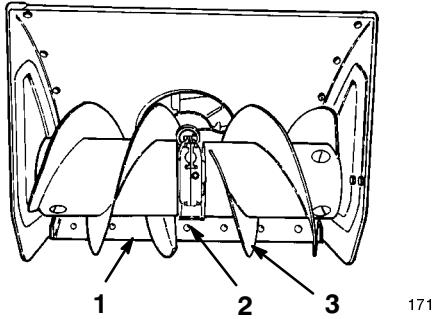

Figure 9
- Placez la déneigeuse sur une surface plane et horizontale et vérifiez si la lame racleuse (Fig. 9) est bien parallèle au sol. Si ce n'est pas le cas, ajustez la position de la lame racleuse (voir *Réglage des patins et de la lame racleuse*, page 23).